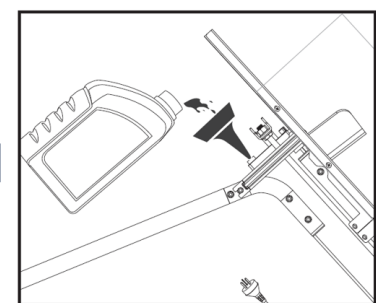

Fig. 16c
4. Inclinez la fendeuse de bûches vers le côté opposé comme indiqué sur la Fig. 16c. Remplissez d'huile hydraulique neuve à l'aide d'un entonnoir. Reportez-vous au Tableau 1 pour connaître la capacité du réservoir d'huile hydraulique.